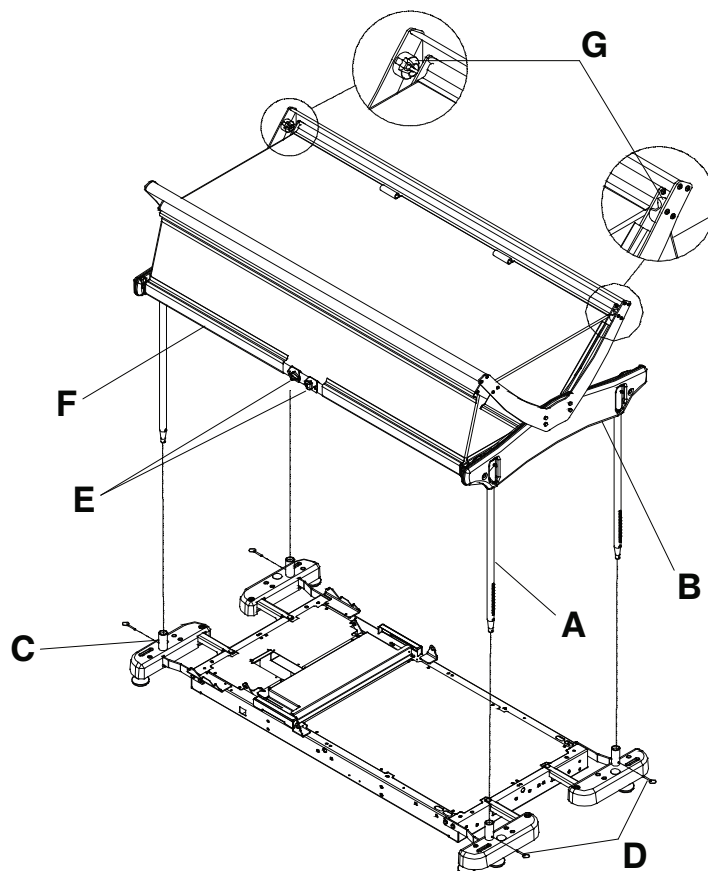

Figure 18 – Capot protecteur avec supports
1. Appuyer sur la goupille de verrouillage de la section supérieure de chaque montant (A). Insérer le montant dans le logement de la structure en plastique (B) (Figure 18). Répéter pour les autres montants.
2. Installer les quatre montants dans les douilles du support pour accessoires (C) (Figure 18).
3. À l'aide d'une clé mixte de 9/16 po, verrouiller les montants dans les douilles du support pour accessoires avec les quatre goupilles de sûreté (D) (Figure 18).
1. Pour ouvrir partiellement le capot protecteur, comprimer les deux boutons de déblocage (E) et soulever la barre inférieure (F) jusqu'à ce que les points d'ancrage soient dépassés (G) (Figure 18). Relâcher les boutons et abaisser la barre jusqu'à ce qu'elle repose sur les points d'ancrage.
2. Pour ouvrir complètement le capot protecteur, comprimer les deux boutons de déblocage (E) et soulever la barre inférieure (F) jusqu'à la hauteur maximale puis relâcher les boutons (Figure 18).
3. Pour fermer un capot protecteur partiellement ouvert, soulever la barre inférieure (F) des points d'ancrage (G) et comprimer les deux boutons de déblocage (E) tout en abaissant la barre en position fermée (Figure 18). Relâcher les boutons.
4. Pour fermer un capot protecteur complètement ouvert, comprimer les deux boutons de déblocage (E) et abaisser la barre inférieure (F) en position fermée (Figure 18). Relâcher les boutons.